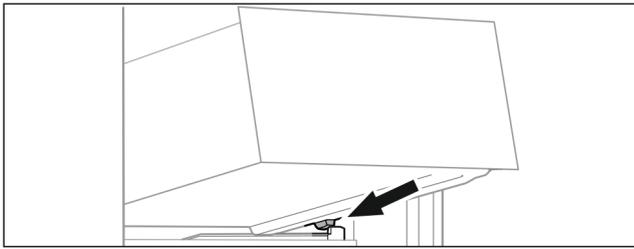

Fig. 90
- ▶ Schubfach schräg hinter den Stopperrn auf Behälterrippe aufsetzen. (siehe Fig. 90)